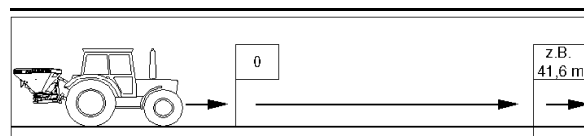

Bild 67
4. Mät upp den exakta mätsträckan på åkern. Märk ut start- och slutpunkten (Bild 67).